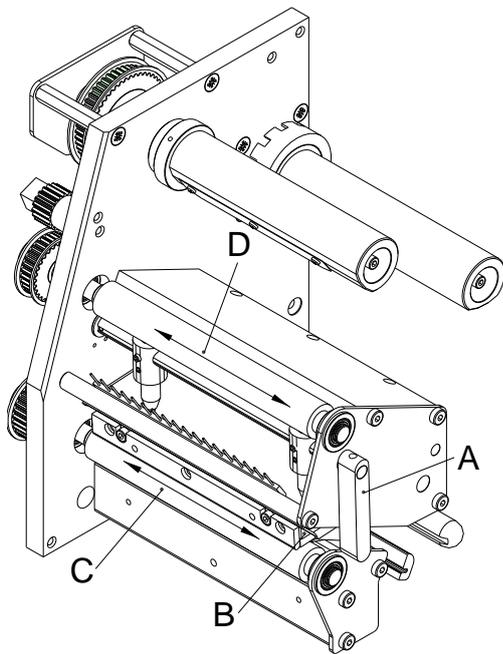

Figura 13
2. Gire la palanca roja (A, in Figura 13) en sentido contrario a las agujas del reloj para levantar el cabezal de impresión.